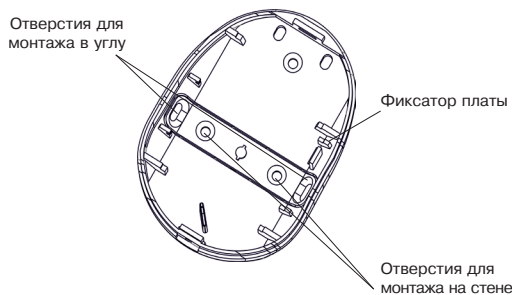

Рисунок 2 – Основание извещателя
- снимите печатную плату, отжав удерживающий ее фиксатор (см. рисунок 2);
- просверлите в основании корпуса отверстия (см. рисунок 2), которые будут использоваться для крепления извещателя;